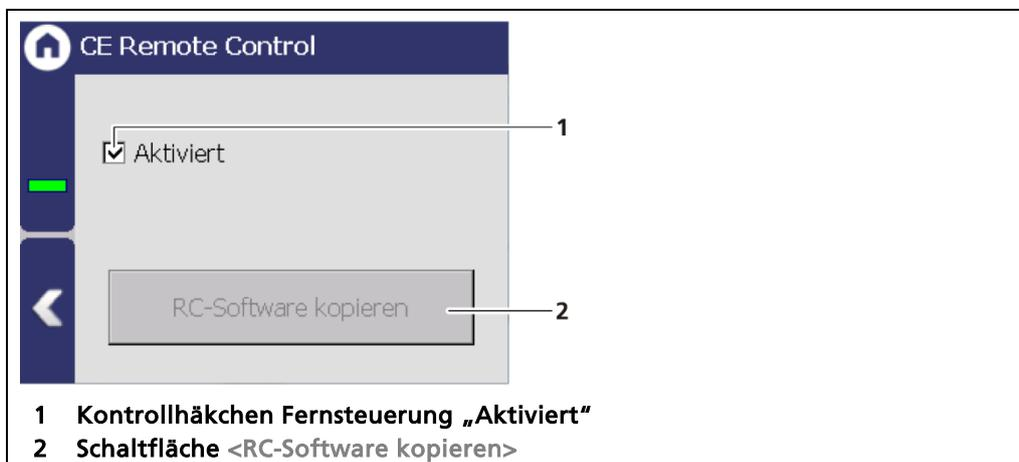

Abb. 49 CE Remote Control
Mit der Aktivierung (Abb. 49, Pos.1) der CE Remote Control (Fernsteuerung) kann die AWE über die Netzwerkverbindung bedient werden. Die Software der Fernsteuerung (RC-Software) ist auf dem Gerät gespeichert und kann auf einen USB-Speicher kopiert werden.
- ▶ Der USB-Speicher wird nach einigen Sekunden vom System erkannt und die Schaltfläche <RC-Software kopieren> (Abb. 49, Pos.2) kann angeklickt werden.
2. Klicken Sie die Schaltfläche <RC-Software kopieren> (Abb. 49, Pos.2) an.
Damit die Remote Control funktioniert, muss das Auswahlhäkchen im Menü „CE Remote Control“ auf "Aktiv" (Abb. 49, Pos.1) gesetzt sein.